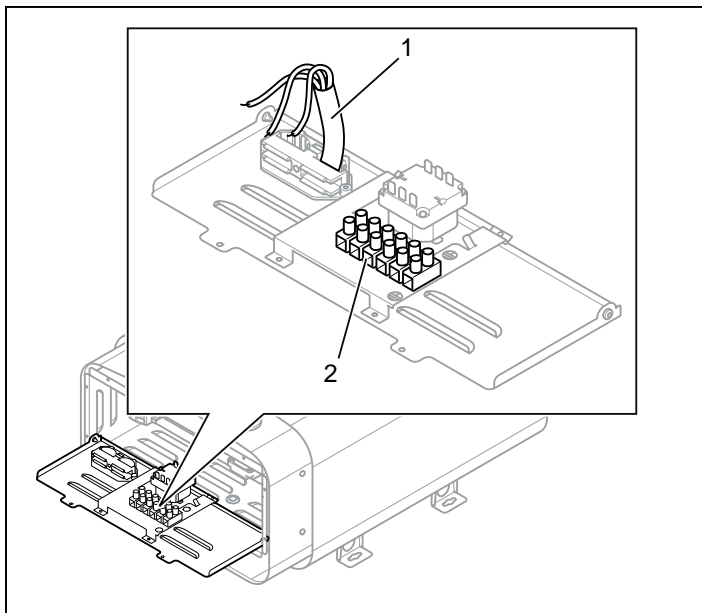

Fig 6: Carte électronique
3. Raccorder le câble électrique (1) au rack (2 (cf. Fig 6, page 15) selon schéma de raccordement (cf. Le paragraphe Schéma de raccordement, page 16).